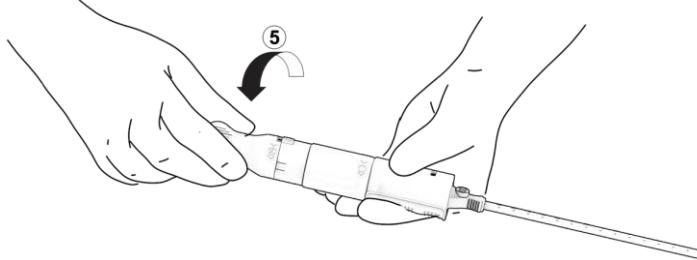

Figure 16. Libération de l'implant.
- Mettre la main libre sur la came de libération (« 5 ») et tourner partiellement à 90° cette section rotative dans la direction indiquée, jusqu'aux premiers repères d'alignement. Figure 16. L'implant est désormais en position de configuration entièrement déployée, mais il est toujours rattaché au manche du dispositif.